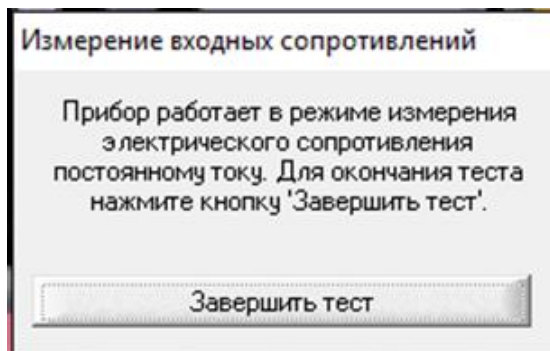

Рисунок 12
– щёлкнуть по кнопке **Входные сопротивления**: открывается список, из которого надо выбрать **Электрическое сопротивление постоянному току**, откроется окно **Измерение входных сопротивлений** (рисунок 12) с кнопкой **Завершить тест**;